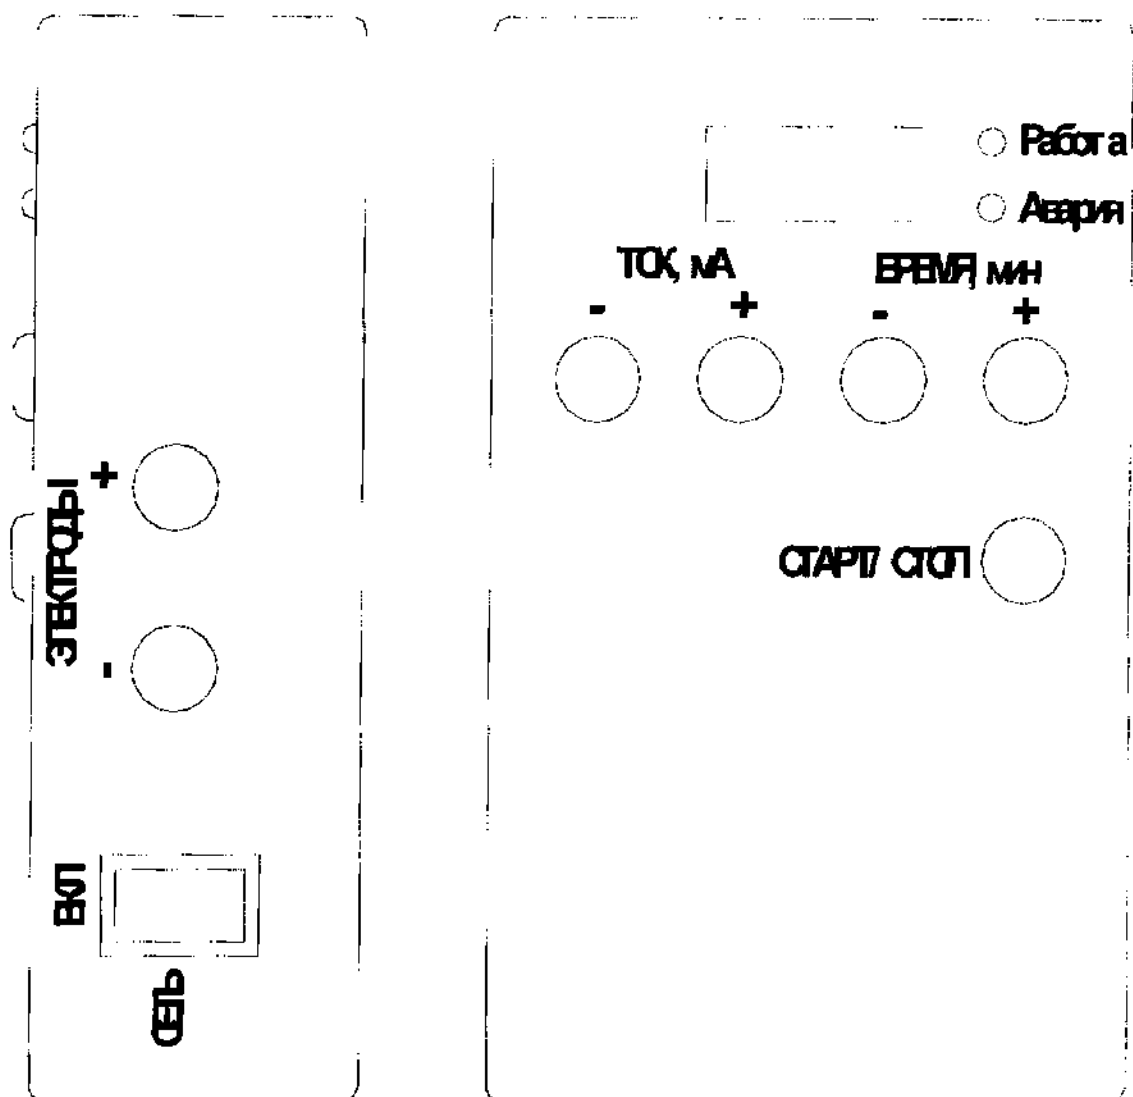

Рисунок 1 – Аппарат «СЕРЕБРЯНЫЙ ПОТОК»
- блок управления с источником питания (рис.1);